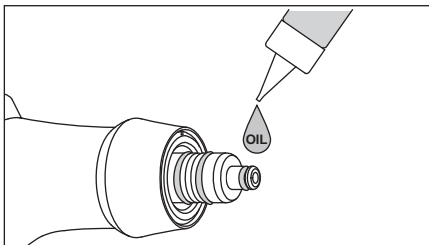

Fig. 21
1) Asciugare l'O-ring nel serbatoio della polvere e la sezione dell'anello di regolazione, applicare una goccia dell'olio per turbina in dotazione e passarlo all'interno con un dito ecc. (Fig. 21, 22)